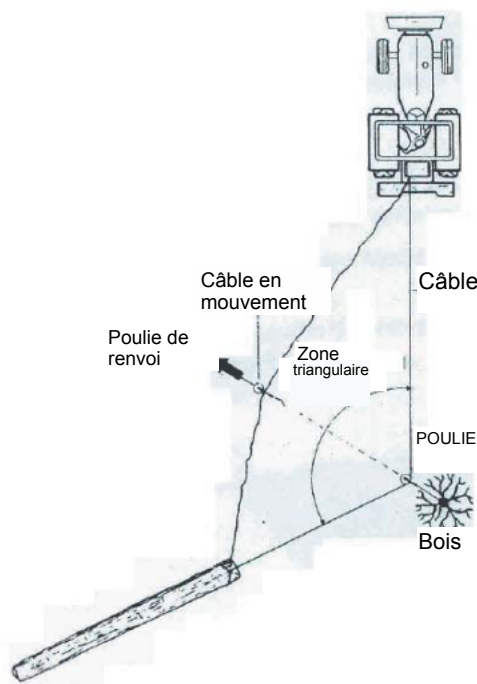

Figure 7
35. Pendant la traction, il est interdit de se tenir entre la charge et le treuil, ou dans la zone dangereuse délimitée par le treuil, la poulie de renvoi et la charge (figure 7).